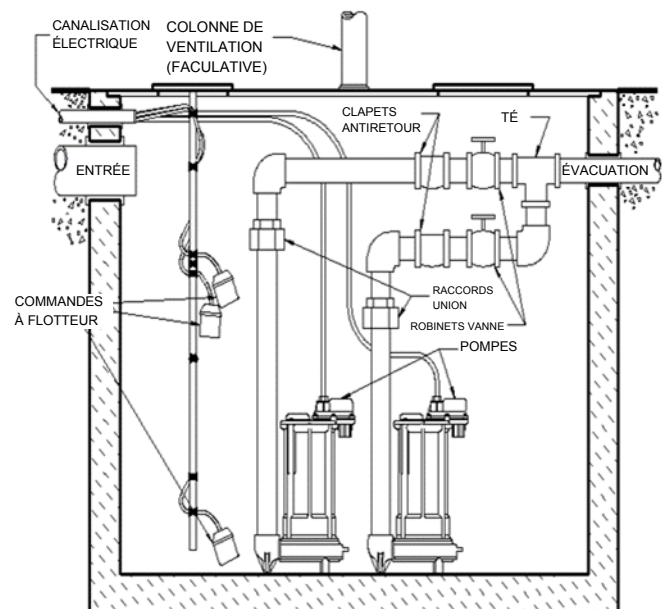

Fig. 3 – Installation type du système double
- B. **Systèmes doubles (deux pompes) (voir fig. 3) :** Placer les deux pompes au fond du bassin. La commande double utilisée comprendra 3 ou 4 flotteurs qui seront soit fixés à un tuyau d'évacuation ou encore à une tige indépendante ou à un support. Suivre les instructions fournies par le fabricant du dispositif de commande double. Le flotteur doit être en mesure de **se déplacer librement sur tout son parcours**, sans contact avec le corps de la pompe, la tuyauterie ou tout autre objet. Raccorder un tuyau d'évacuation différent à chaque pompe.